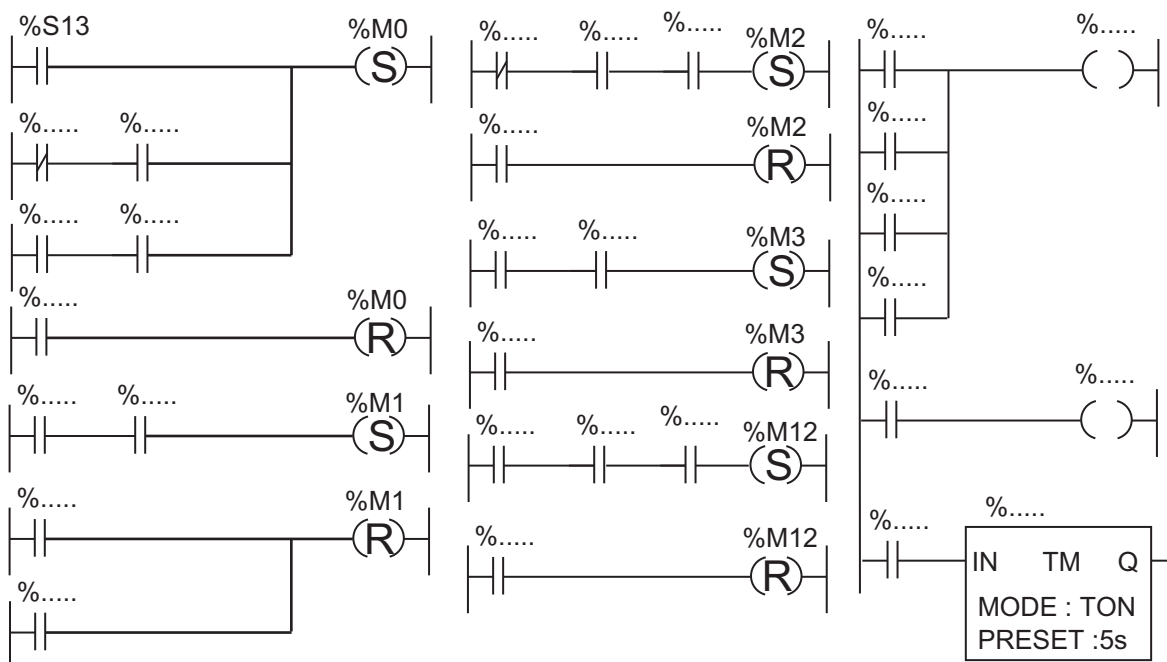

Fig. 15
□ Compléter la figure 15 par les données manquantes au programme en langage LD.